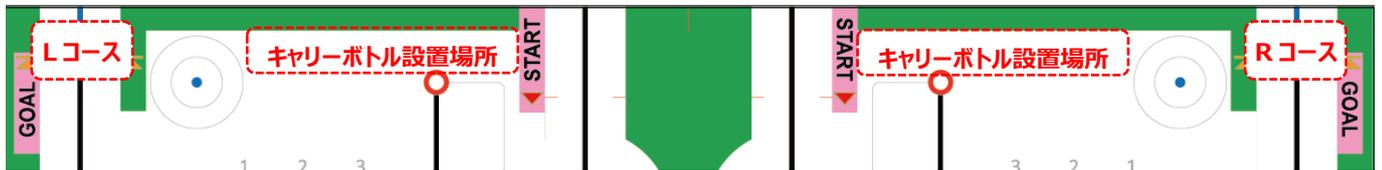

図 5-12 キャリーボトル設置場所
- キャリーボトルを図 5-12 に示す「キャリーボトル設置場所」に設置。